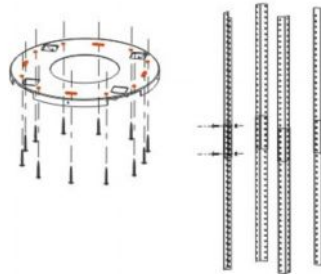

Рис. 9
3. Відповідно до місця розташування дошки для підвішування просвердлити 9 отворів у стелі, див. Рис. 9. Для фіксації дошки для підвішування на стелі використовуються 9 шт. великих плоских гвинтів ST6x40 мм (для бетонних стель слід використовувати 8 шт. розривних гвинтів).